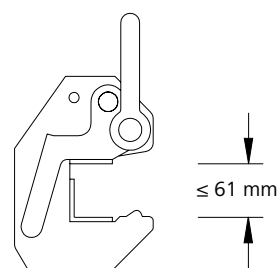

Fig. 28.2
1. Ouvrir le levier de sécurité au maximum (Fig. 28.2).
Si la cote de contrôle dépasse 61 mm (Fig. 28.2), le crochet de levage doit immédiatement être remplacé. Cela vaut également si la cote de contrôle est dépassée sur un seul côté du crochet.